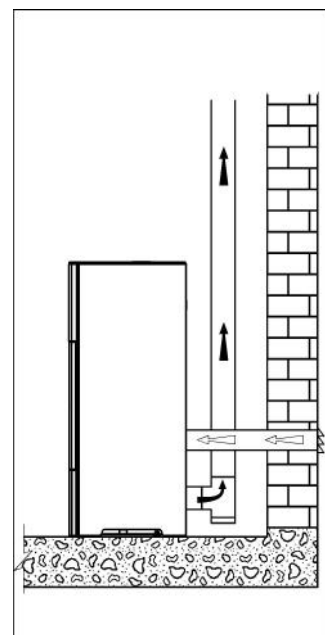

Abb. 5.6a
- den Verbrennungslufteinlass des Ofens mit einem geeigneten Rohr an den Lufteinlass anzuschließen (ABB. 5.6a).